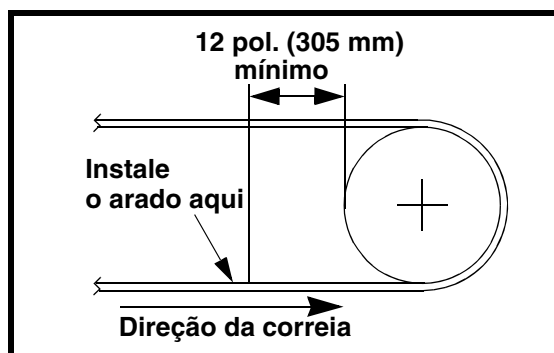
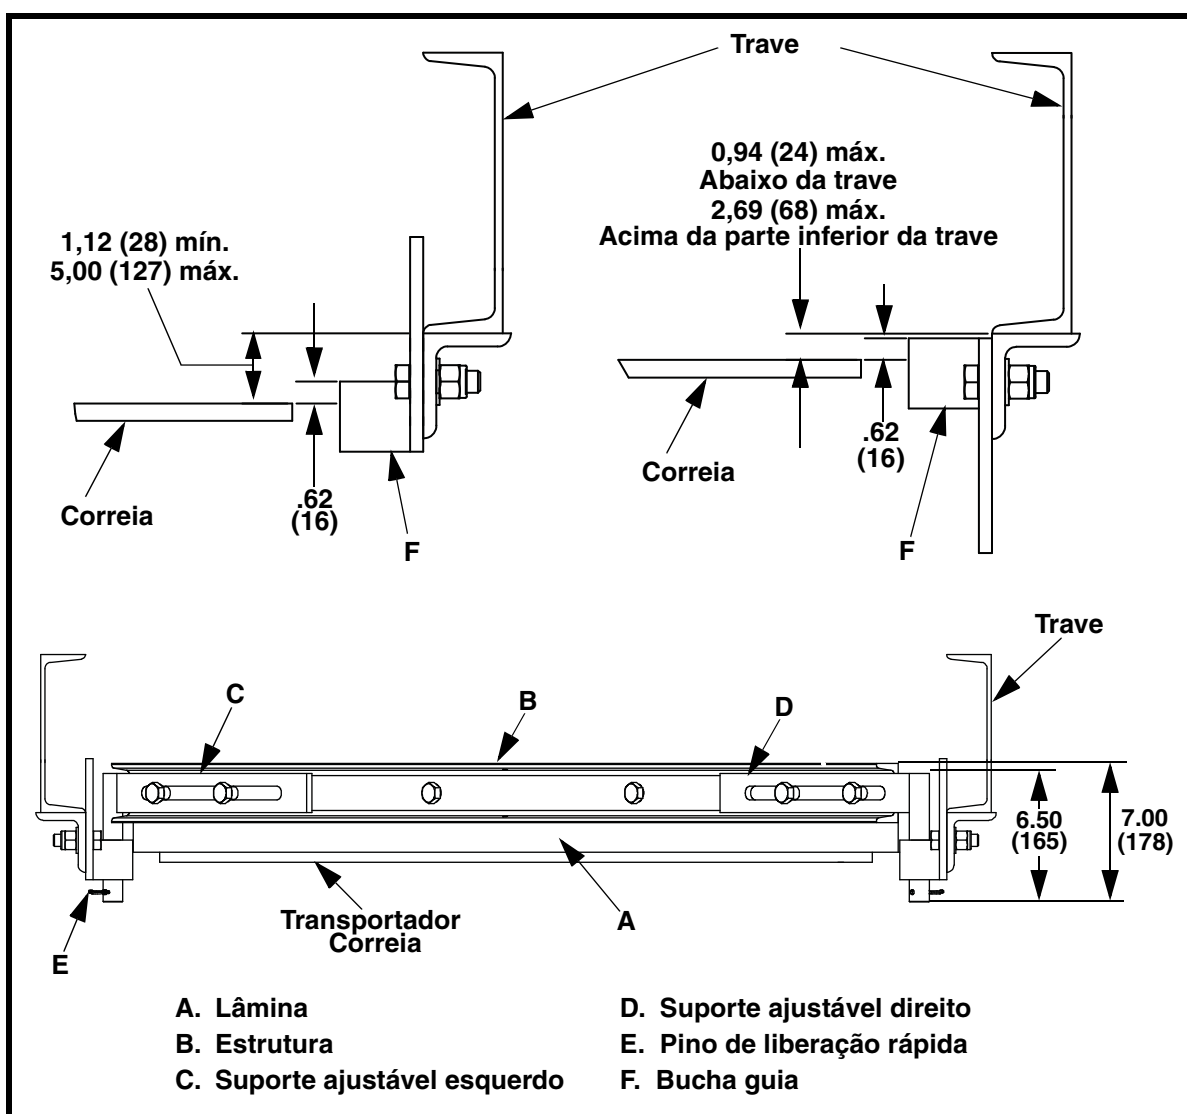

Figura 1. Localizando o arado na correia
Figura 3. Instalando o Conjunto do Arado Diagonal Martin®
1. Posicione o arado em um lado de retorno da correia transportadora antes da polia traseira em que a correia é tensionada ou sustentada por uma polia esticadora. (Consulte a Figura 1.) (Para determinar o local da correia com relação à trave do transportador, consulte a Figura 3.)
5. Consulte a Figura 3. Ajuste cada suporte de guia de modo que o topo da bucha guia esteja 5/8 pol. (16 mm) acima da superfície da correia. (Isso permitirá 1-1/2 pol. [38 mm] de desgaste da lâmina.)
1. Afrouxe quatro parafusos de remate sextavados e contraporcas elásticas conectando a lâmina (A, Figura 3) e a estrutura (B) aos suportes ajustáveis (C e D).
2. Remova os pinos de liberação rápida (E) dos suportes ajustáveis.
3. Insira os pinos nos suportes ajustáveis através das buchas guia direita e esquerda (F).
3. Verifique a lâmina quanto a desgaste. Se a lâmina não tiver mais contato com a correia e suportes ajustáveis (C e D, Figura 3) estiverem apoiados nas buchas guias (F), faça o seguinte:
- a. Remova os parafusos de remate sextavados, arruelas planas e contraporcas elásticas conectando a lâmina (A) e a estrutura (B) aos suportes ajustáveis.